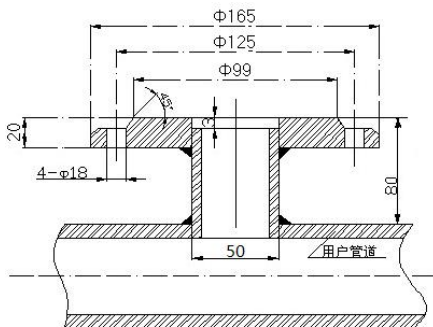

图 46 安装底座的焊接
安装前应在被测管道上开一个直径 50mm 的小孔,尺寸与安装底座的连接管外径一致。安装底座与被测管道的焊接如图 46 所示。
(4)按图 46 所将 DN50 球阀安装到安装底座上。注意球阀的长空腔向上。检查球阀是否能全开全关。上紧压紧螺母和定位螺钉，同时应注意传感器方向标志指向应和流体流向一致。